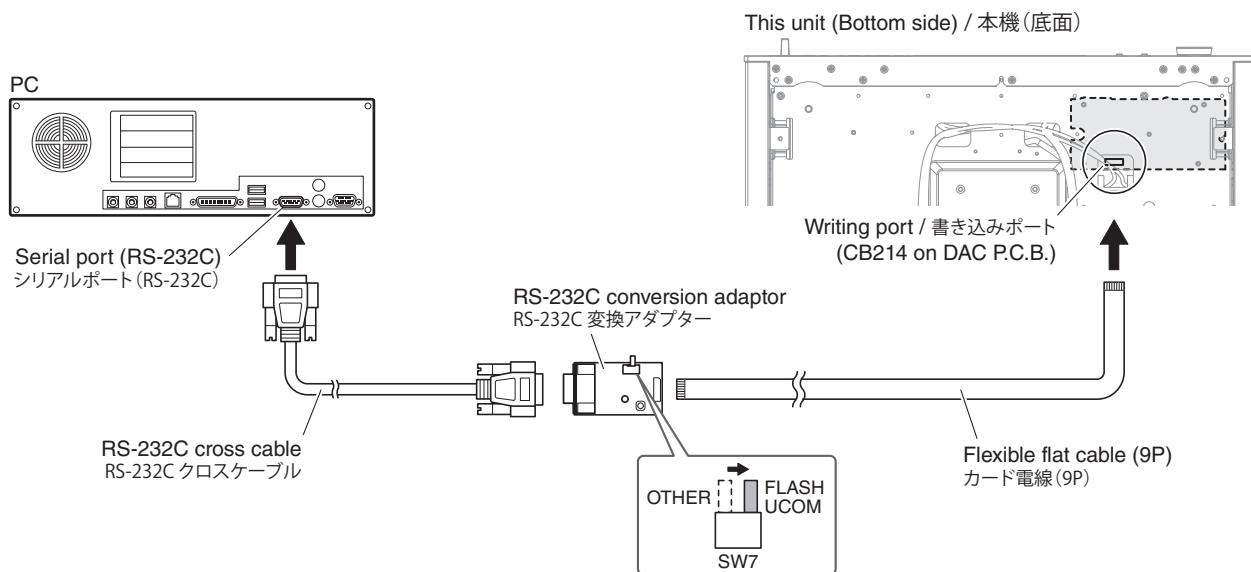

Fig. 1
- Set the switch (SW7) of RS-232C conversion adaptor to the "FLASH UCOM" position. (Fig. 1)
- Connect the writing port (CB214 on DAC P.C.B.) of this unit to the serial port (RS-232C) of the PC as shown below. (Fig. 1)
- RS-232C 変換アダプターのスイッチ (SW7) "FLASH UCOM" 側に設定します。(Fig. 1)
- 本機の書き込み用ポート (DAC P.C.B. の CB214) と PC のシリアルポート (RS-232C) を下記のように接続します。(Fig. 1)